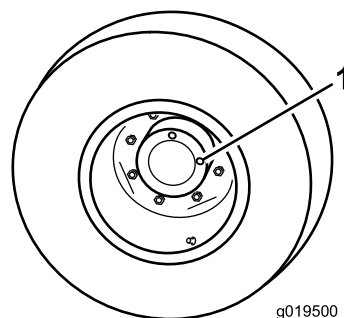

Figura 53
1. Com a máquina numa superfície plana, posicione a roda de forma a que 1 tampão de verificação fique na posição das 12 horas e o outro na das 3 horas (Figura 53).
2. Retire o tampão da posição das 3 horas (Figura 53).